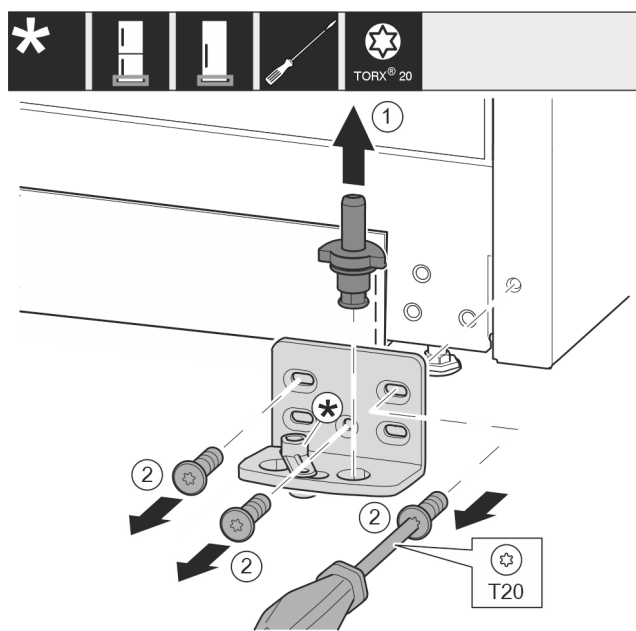

Fig. 14
- ▶ 将轴承螺栓完全向上拉出。 Fig. 14 (1)
- ▶ 用 T20 螺丝刀将螺钉旋出并取下托架。 Fig. 14 (2)